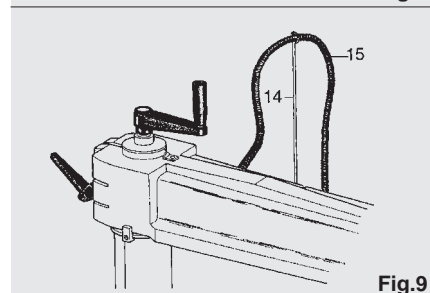

Fig.9
- Fjederen (14) spændes fast med skruberne som er skruet ind i armen. Elkablet til motoren trækkes gennem føringen (15) som vist i fig. 9.